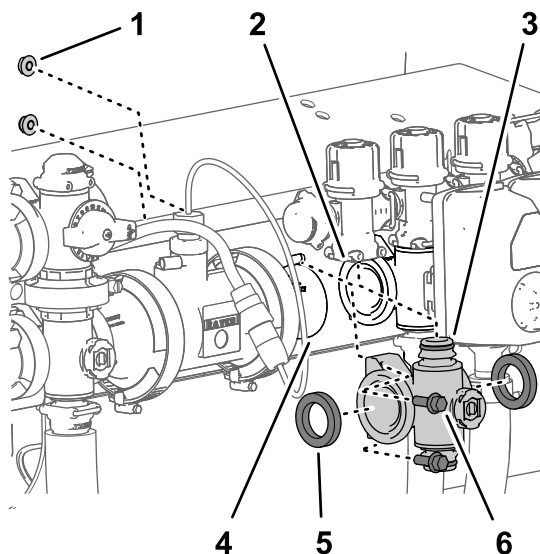
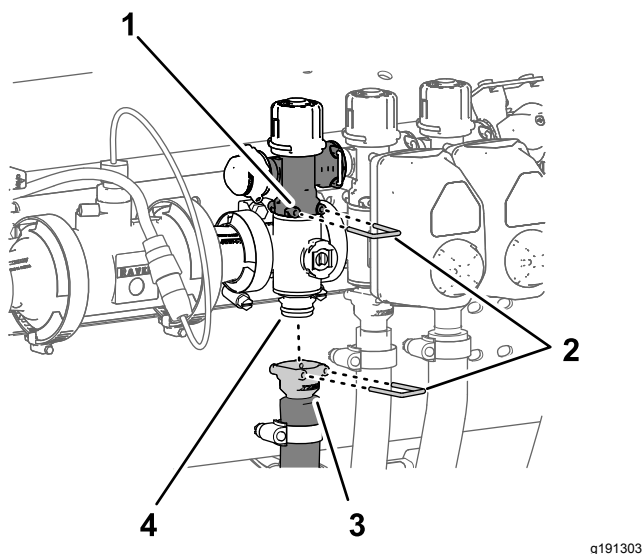

Рисунок 117
Рисунок 118
1. Совместите 2 прокладки, снятые при выполнении действий, описанных в разделе Демонтаж коллекторного клапана секции \(страница 93\), с фланцами коллектора клапана секции (Рисунок 117).
2. Совместите фланец коллектора клапана секции с фланцами другого клапана секции (клапанов секций) и/или переходного соединителя (Рисунок 117).
3. Вставьте быстроразъемный штуцер коллектора клапана секции в быстроразъемное гнездо перепускного клапана секции и зафиксируйте с помощью штифта быстроразъемного соединения (Рисунок 117 и Рисунок 118).
опору клапана (Рисунок 117) с помощью 2 болтов с фланцем (1/4 x 3/4 дюйма) и 2 фланцевых контргаек (1/4 дюйма), снятых при выполнении действий, описанных в разделе Демонтаж коллекторного клапана секции \(страница 93\).
8. Установите быстроразъемный соединитель шланга секции на быстроразъемный штуцер коллектора клапана секции и зафиксируйте при помощи штифта быстроразъемного соединения (Рисунок 118).